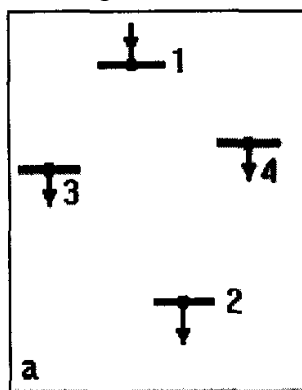

Рисунок 3.1 - Схема расположения узлов источников питания и нагрузок
3.1. Объект проектирования: электроэнергетическая система (рисунок 3.1). Вариант 1.
Расположение узлов источников питания электроэнергией и нагрузок потребителей показано на карте-схеме сети электроэнергетической системы (рисунок 3.1). Климатические условия электроэнергетической системы даны в таблице 3.1. Электроэнергетическая характеристика потребителей электроэнергии представлена в таблице 3.2.